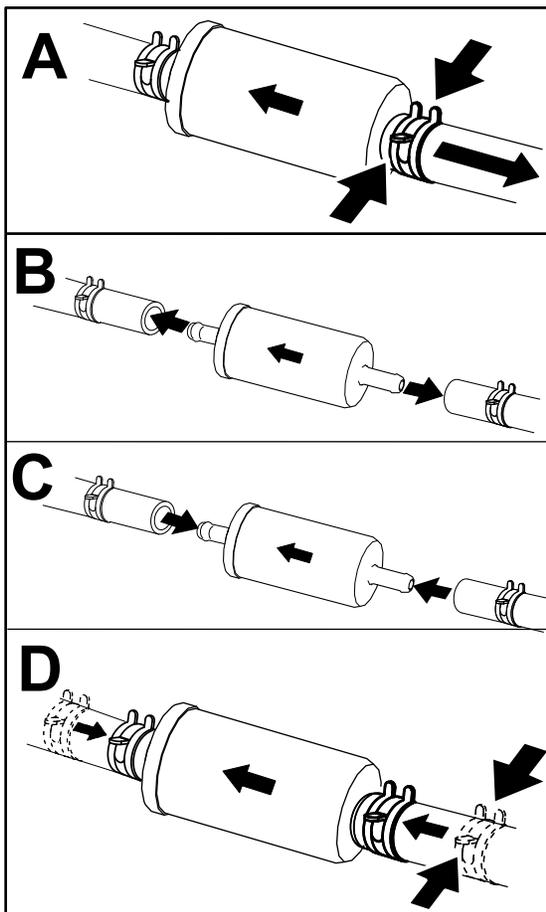

Figura 49
3. Sostituite il filtro (Figura 49).